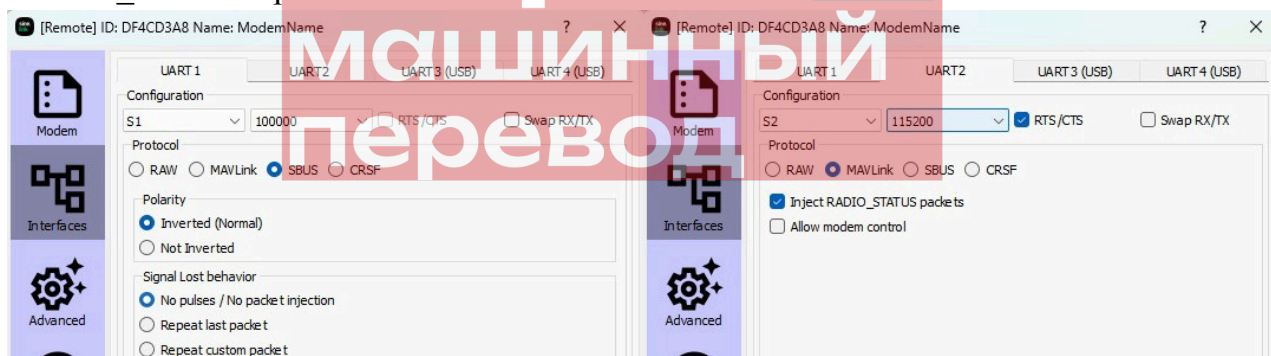

Рисунок 109. Настройка интерфейсов модуля Slave
- UART1 (рис. 109) установите Configuration – S1 и 100 000, активируйте SBUS, Inverted (Normal) и No pulses/No packet injection;